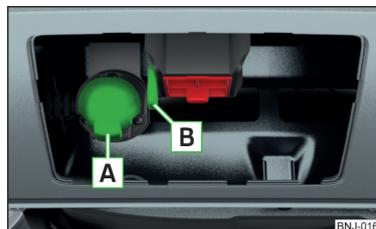

Fig. 162
- Introducir el conector del cable del remolque en el conector de 13 polos [A] » fig. 162.